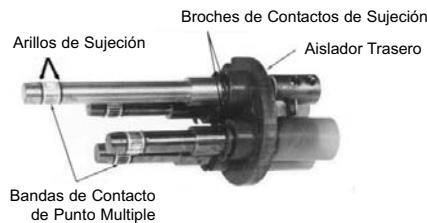

Figura 7. Localización de los broches de Contacto de Sujeción.
4. Instale las presillas de retención en cada contacto cuando estén totalmente insertados en el cuerpo del aislador trasero. Vea la Figura 7.